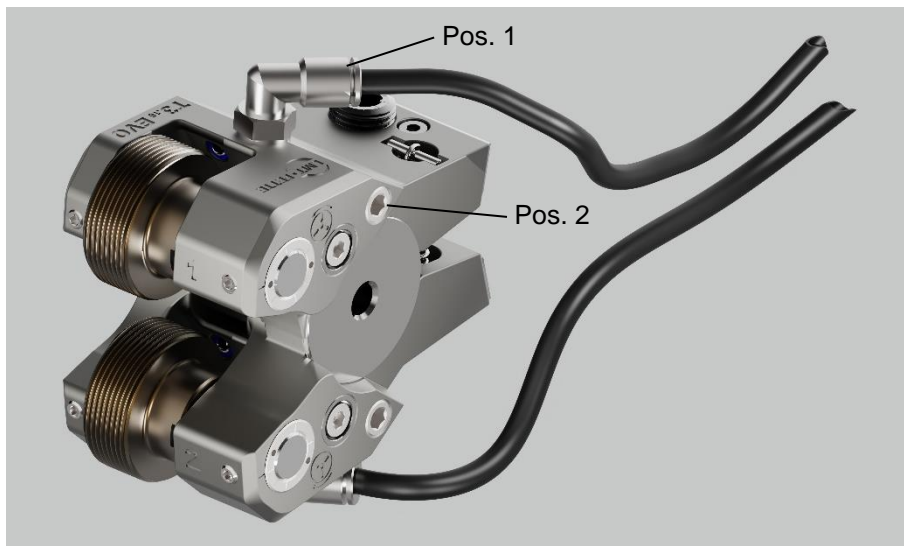

Abbildung 8: Kühlmittelzufuhr von oben (unten)
- Die Sichtüberprüfung muss der Abbildung 8 entsprechen, nur dann ist das Getriebe synchronisiert.